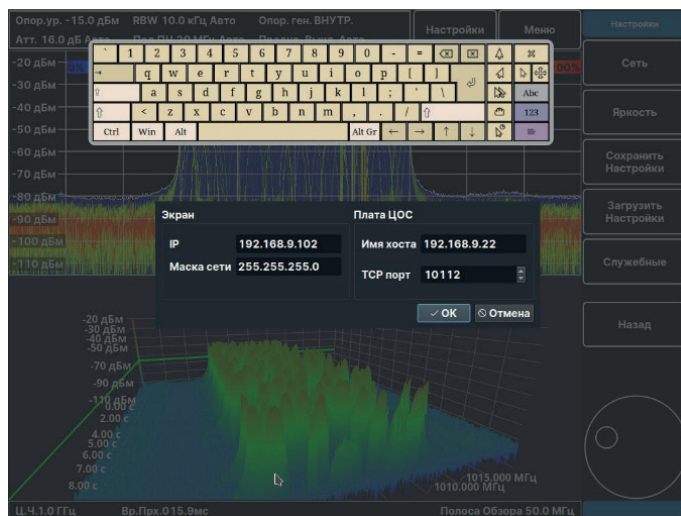

Рис. 13. Страница сетевых настроек
- в появившемся окне (Рис. 13) можно: